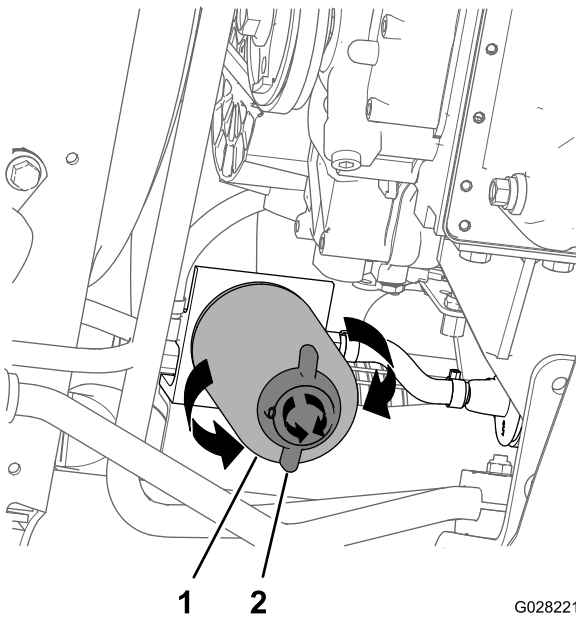

Рисунок 81
4. Поместите сливной поддон под топливный фильтр; см. Рисунок 81 в разделе Замена фильтра водоотделителя \(страница 72\).
- Установите сливной поддон под фильтр водоотделителя (Рисунок 81).
3. Поверните сливной кран в нижней части фильтра водоотделителя против часовой стрелки (Рисунок 81).
4. Очистите область вокруг фильтра водоотделителя и крепления переходника фильтра (Рисунок 81).
5. Снимите фильтр водоотделителя (Рисунок 81).
9. Убедитесь, что сливной кран в нижней части фильтра водоотделителя завернут до упора по часовой стрелке (Рисунок 81).